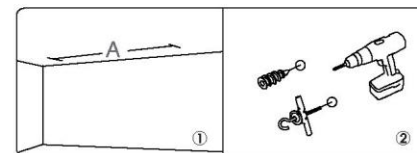

Рисунок 12
1. Просверлите два одинаковых горизонтальных отверстия в стене с помощью электродрели, затем закрепите подвесы (не входят в комплект) на потолке (рисунок 12).